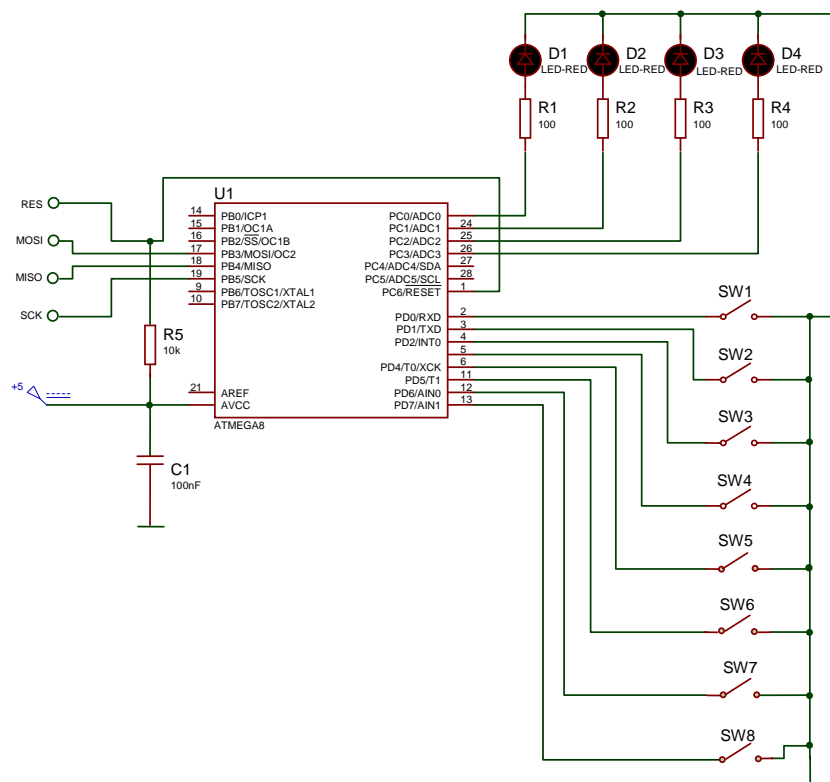

Рис. 2. Принципова електрична схема для виконання лабораторної роботи
12. Ознайомитися з принциповою електричною схемою для виконання лабораторної роботи (рис. 2).
13. Скласти програму на мові Асемблер, при виконанні якої мікроконтролер повинен виконувати функції шифратора: при натисканні однієї з 8 кнопок SW1÷SW8, підключених до порту D, в порт C (PC0÷PC3) повинен виводитись номер натиснутої кнопки в двійковому коді (рис. 2).